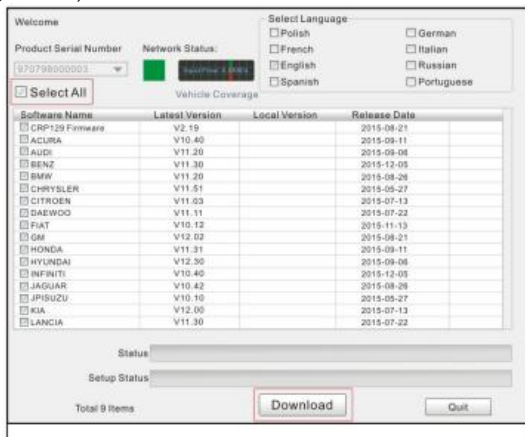

Figura 7-6
10. Riaprire la suite di aggiornamento FX2000 e selezionare gli aggiornamenti che si desidera eseguire o fare clic su [Seleziona tutto] e fare clic su [Scarica].(Figura 7-6)